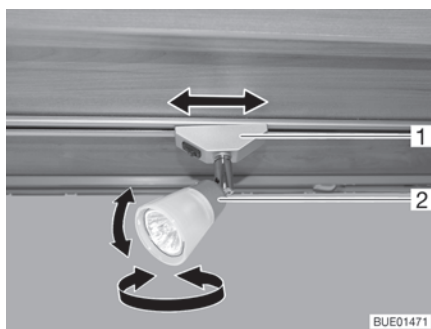

Fig. 53 Fareto
- Orientare l'involucro (Fig. 53,2) del fareto nella posizione desiderata. L'involucro può essere orientato nelle posizioni seguenti:
- Ruotare il supporto (Fig. 53,1) di ca. 45°.
- Ruotare il supporto (Fig. 53,1) di 90°.